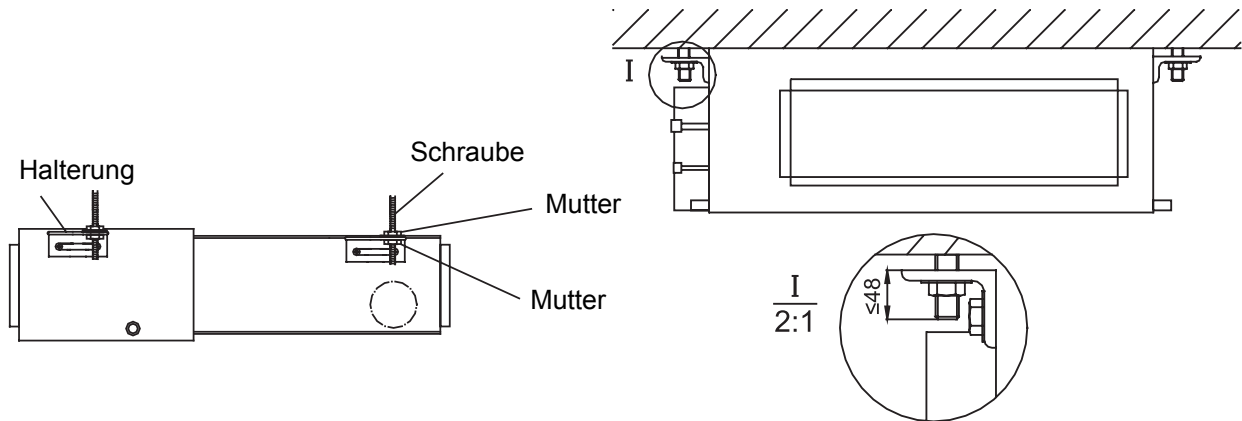

Abb. 9
4. Schieben Sie die Hängeschrauben in die Halterungen hinein, und befestigen Sie das Gerät mit den Sondermuttern. (Abb. 9)